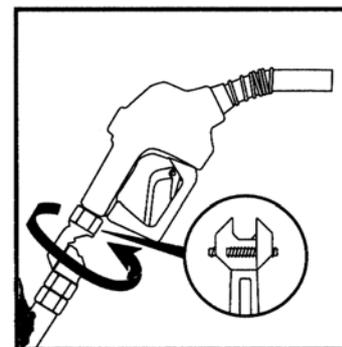

Bild 5
- Außengewinde in den Zapfpistolenkörper einrasten lassen, Schlauchmutter festziehen (Bild 5).